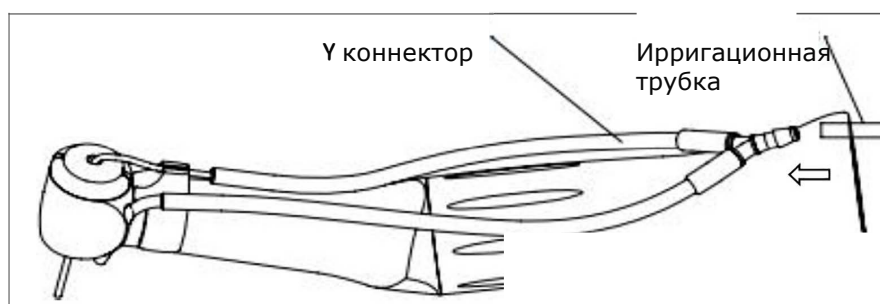

Рис. 7
- б) Присоедините ирригационную трубку к Y-образному коннектору (см. Рисунок 7).